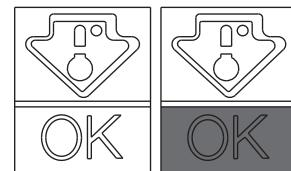

Abb. 5
- Damit Aroma, Gehalt und Frische der Speisen bestmöglich erhalten bleiben, sollten sie wie in Abbildung 5 ersichtlich im Kühlraum untergebracht werden. Die Speisen sollten in Alu- oder Kunststofffolie oder in entsprechenden Behältnissen mit Deckel verpackt sein, um Kreuzkontaminationen zu vermeiden.
Die Temperaturanzeige prüfen, die Anzeige OK muss deutlich erkennbar sein (Abb. 5). Ist die Anzeige nicht sichtbar, bedeutet dies, dass die Temperatur zu hoch ist: